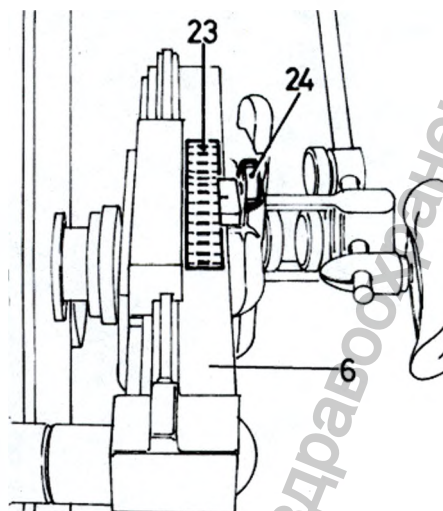

Рис. 4
Зафиксируйте аксессуар в положении, соответствующем длине плечевой кости. Для этого совместите метку аксессуара с соответствующим значением шкалы 23 и затяните фиксатор 24 (рис.4)
- ☐ Отметьте на шкале (23) “механической руки” (6) значение в сантиметрах, соответствующее измеренной длине плечевой кости. Ослабьте фиксатор (24), установите аксессуар в правильное положение и снова затяните фиксатор (24) (рисунок 4).